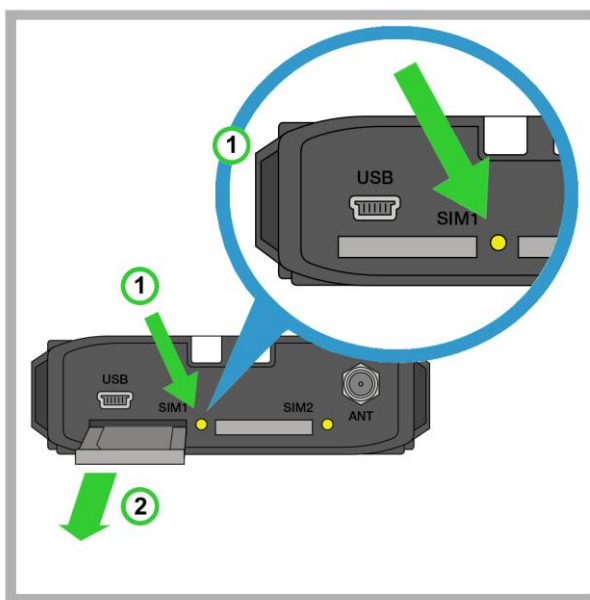

Рис. 3.1 Извлечение из модема лотка для SIM-карты
2. Потянув лоток на себя, полностью извлеките его (см. 2 на Рис. 3.1).